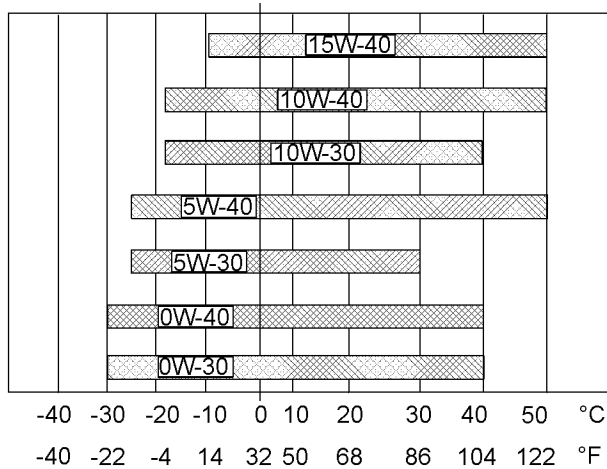

Ilustración 65
Consulte la ilustración 65 (temperatura mínima) con el fin de determinar la viscosidad de aceite necesaria para arrancar un motor frío.
Consulte la ilustración 65 (temperatura máxima) con el fin de seleccionar la viscosidad de aceite para la operación del motor a la temperatura ambiente más alta esperada.
- Consulte las "Viscosidades de lubricantes" apropiadas. Consulte la ilustración 65 para encontrar el grado de viscosidad correcto del aceite para el motor.